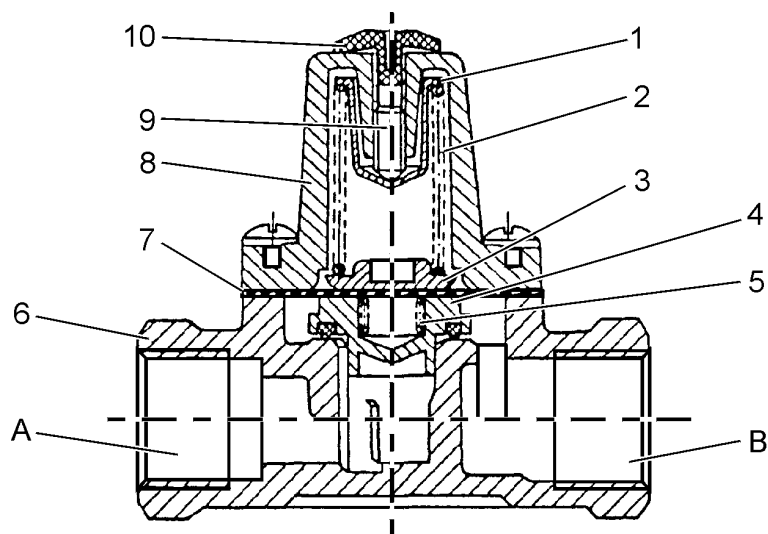

Рис. 4.9. Клапан перепускной
Воздух под давлением из воздушной части контура привода тормоза задних колес поступает в перепускной клапан через входной штуцер («А», Рис. 4.9.) и давит на клапан (4), прижатый с другой стороны к своему гнезду мембраной (7), крышкой (3) и упругой силой сжатой пружины (2).
23. ПРОВЕРКА И РЕМОНТ (Рис. 4.9)